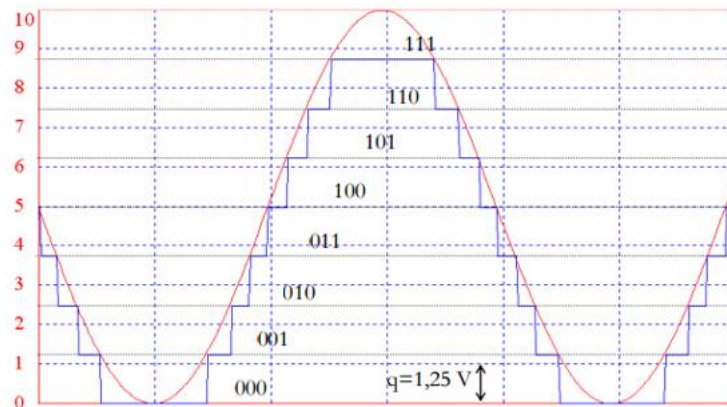

Figura. 1. Digitalización de una señal analógica por un convertidor A/D de 3 bits.
La figura 1 representa la respuesta de un convertidor A/D de 3 bits a una entrada analógica sinodal de 1 kHz de frecuencia, valor medio 5 V y valor cresta a cresta de 10 V, coincidentes con el margen de entrada. En ella se observan los $2^3=8$ estados de la salida, correspondientes a los códigos binarios desde el 000 al 111. Cada intervalo de cuantización tiene una anchura de $10\text{ (V)}/8\text{ (estados)}=1,25\text{ V}$.